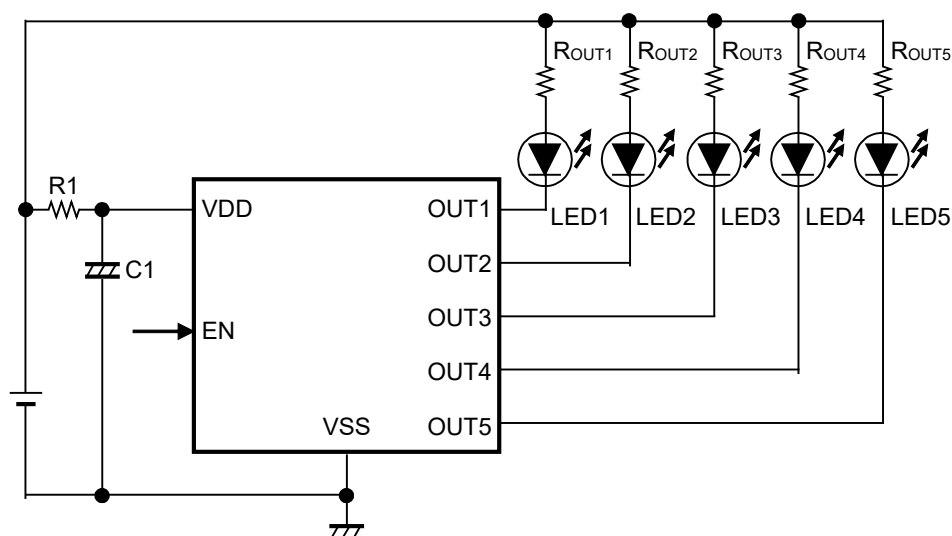

图11
连接示例请参阅图11的电路图。
- 在输入处连接电阻的应用电路中（请参照“■ 应用电路”的图11），当输出切换时，由于流经的击穿电流，会发生“击穿电流 × 输入电阻”份额的电压下降。